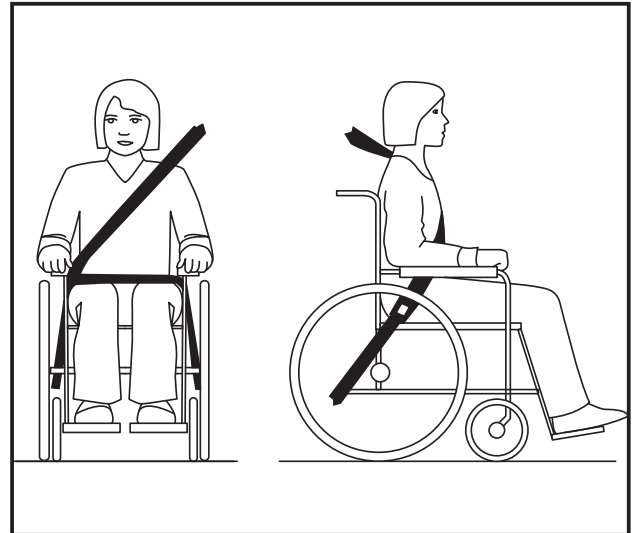

Abbildung 48
- Die richtige Gurtführung geht aus Abbildung 48 hervor.